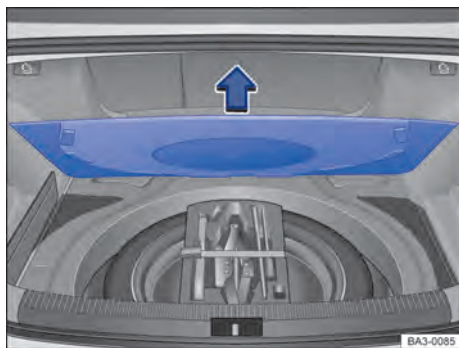

Fig. 176 No compartimento de bagagem sob o revestimento do assoalho: roda sobressalente e ferramentas do veículo.
- Levantar o revestimento do assoalho → Fig. 176 (seta) e, se for necessário, retirá-lo.